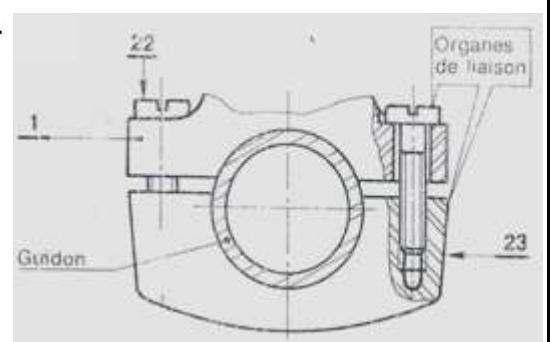

Figure 5
B. Liaison par adhérence Les deux pièces doivent avoir une surface commune en contact appelée surface d'adhérence tel que la déformation élastique assure le serrage entre les deux pièces (Figure 5).